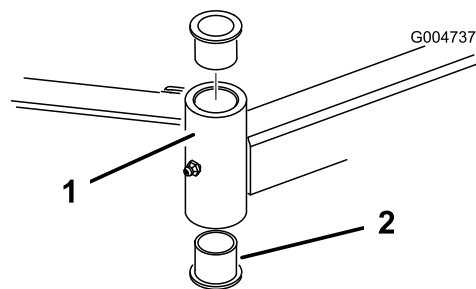

図 27
4. ピンポンチを使って、チューブの上または下からブッシュをたたき出す（図 27）。他のブッシュも、同様にしてチューブから取り外す。チューブの内部をきれいに清掃する。